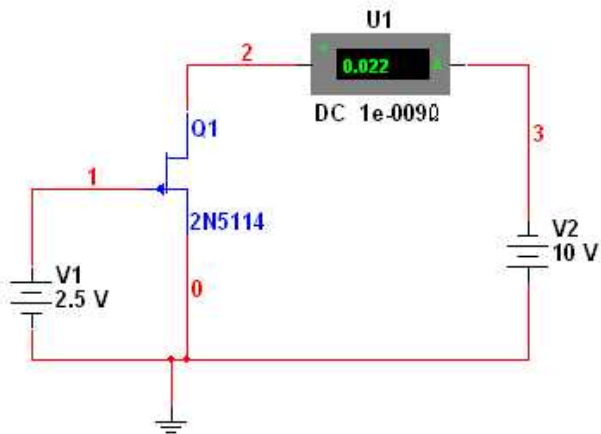

Рис. 33. Схема для исследования полевого транзистора.
1. Собрать схему исследования полевого транзистора, изображенную на рис. 33.